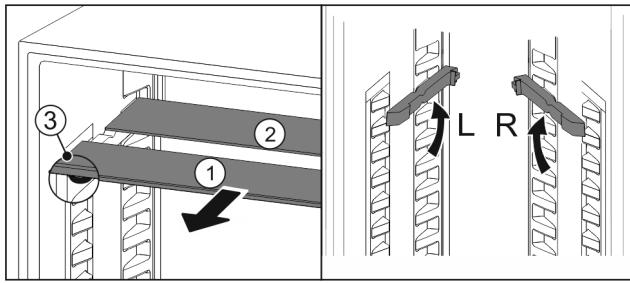

Fig. 85
- Посьуньте Fig. 85 (1) скляну панель вперед.
- ▷ Скляна панель Fig. 85 (1) з декоративною планкою лежить спереду.
- ▷ Стопори Fig. 85 (3) показують вниз.